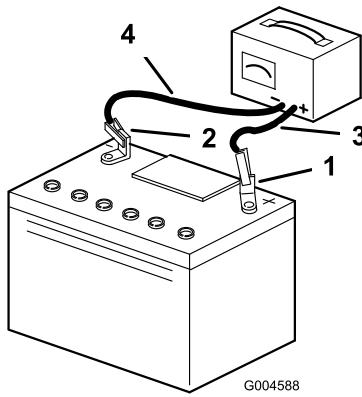

Figura 30
- Desconecte los cables del cargador de los bornes de la batería (Figura 30).